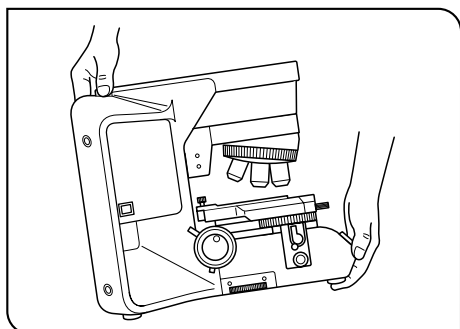

图 2
(图2)
- 移动显微镜时，先取下镜筒和样品，然后抓住镜臂后面的把手部分和机架前部，小心搬动显微镜，如图2所示。